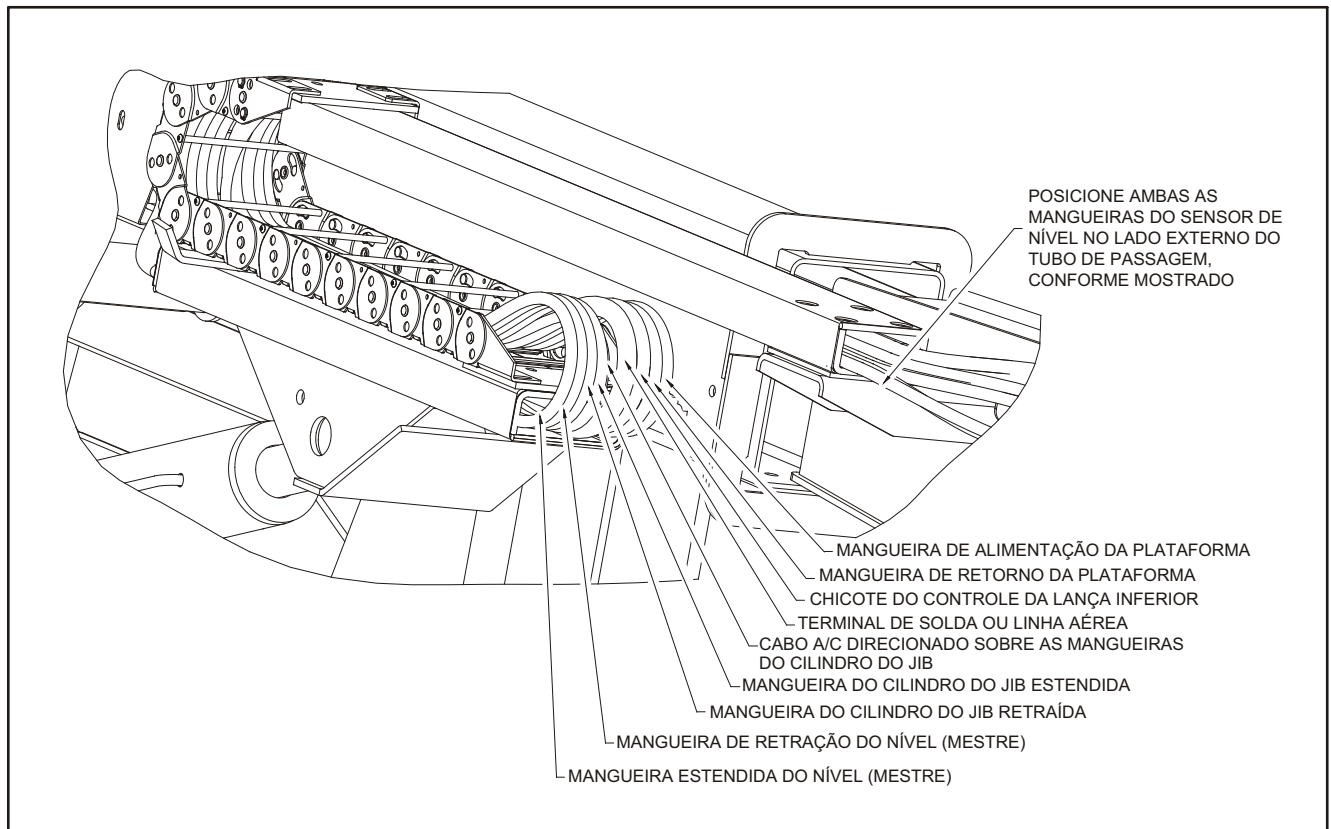

Figura 4-3. Mangueiras da esteira
7. Instale a esteira e as mangueiras/linhas nas abraçadeiras de suporte e fixe-as no lugar com a ferragem de retenção. Consulte a Figura 4-3., Mangueiras da esteira.